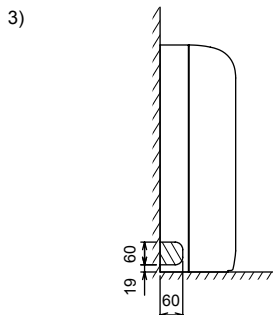

Fig. 3-9
3) Voor pijpen aan de linkerzijde (Fig. 3-9)